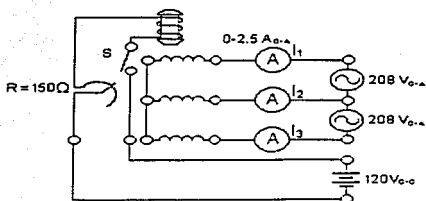

Figura 7
- Conectar el circuito de la figura 7.
• Conectó el circuito de la figura 7.